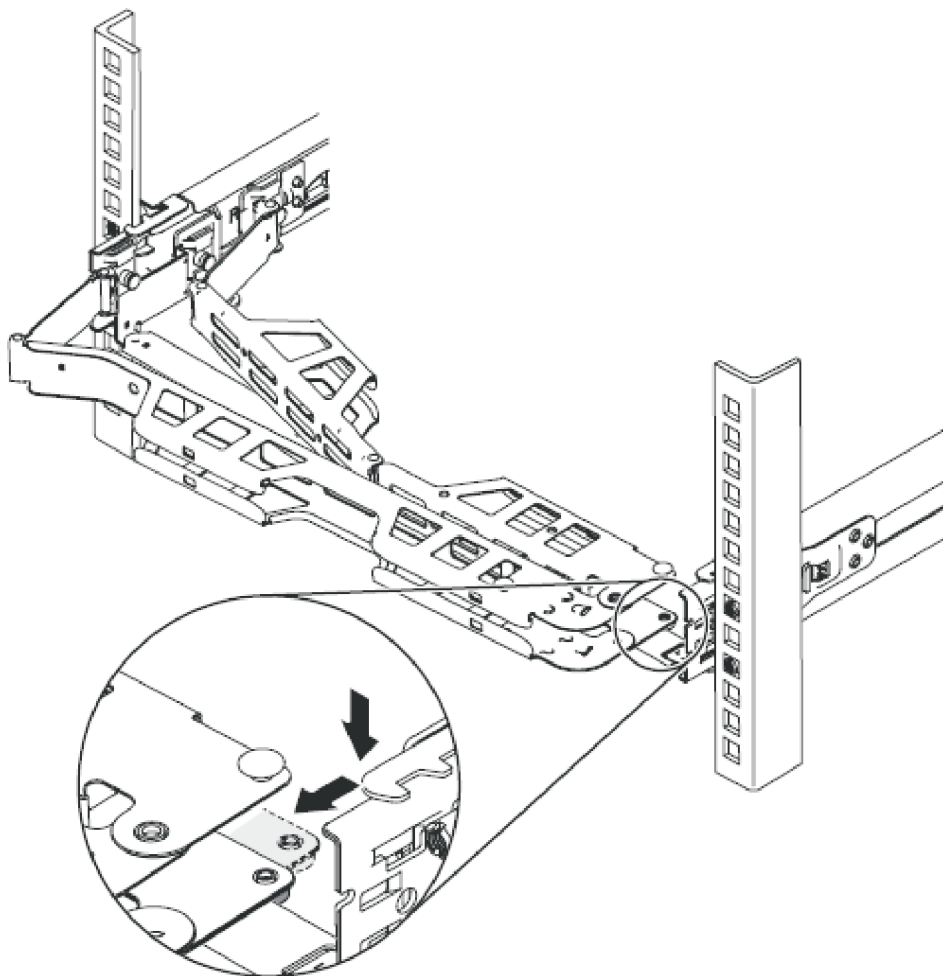

图 28. 调整电缆管理臂的位置
3. 如第 31 页的图 28 所示，调整电缆管理臂的位置。